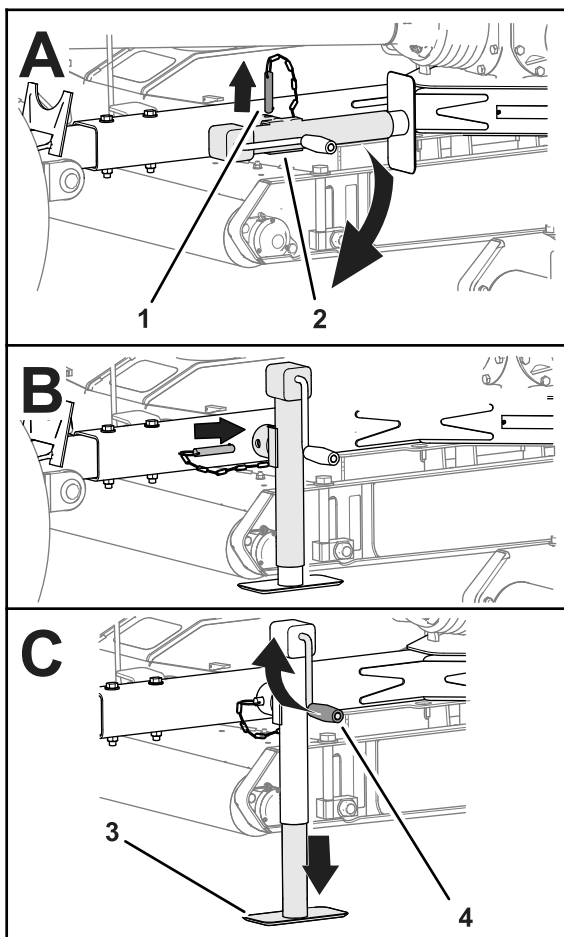

Figure 23
3. Retirez la goupille et faites pivoter le cric de la barre de remorquage à la verticale (Figure 23).
4. Alignez le trou de la barre de remorquage et le trou du cric (Figure 23).
5. Insérez la goupille dans les trous de la barre de remorquage et du cric (Figure 23).
2. Tournez la manivelle de cric pour relever complètement le pied d'appui du cric; voir Figure 23 à sous Soutenir la tondeuse avec le cric (page 15).